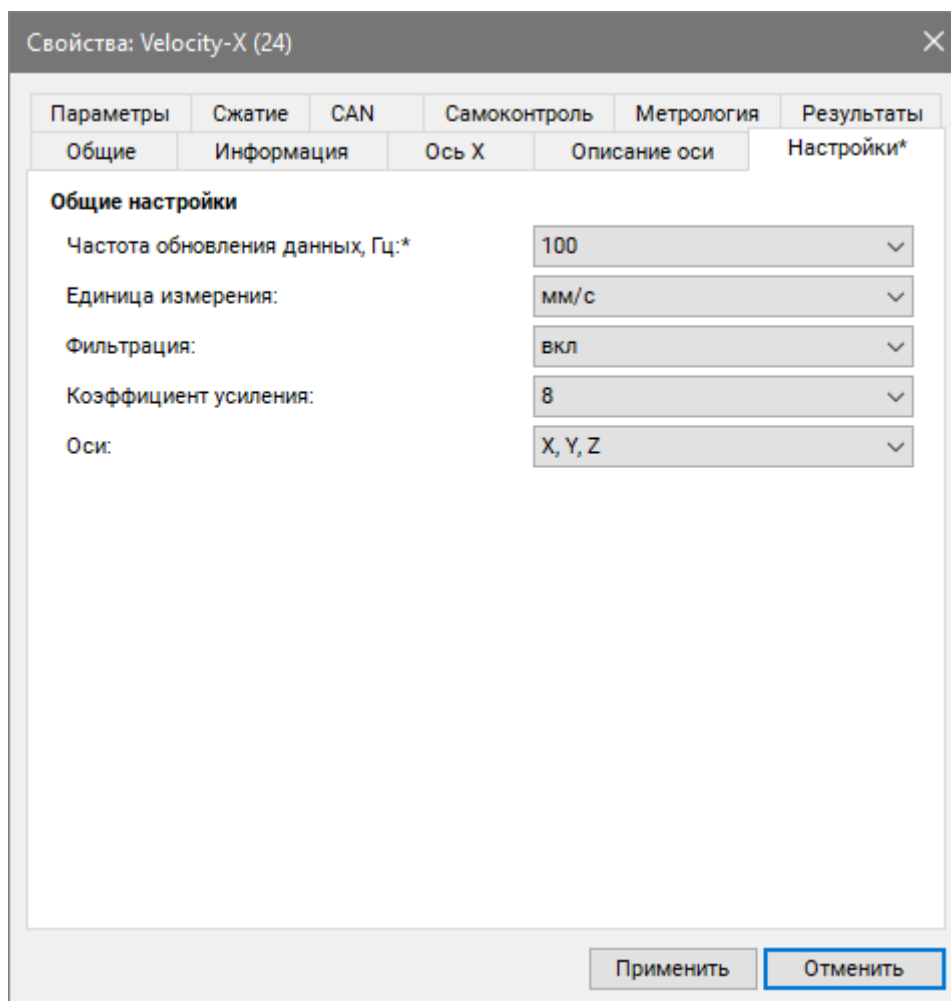

Рис. 5.7 Вкладка «Настройки»
- Во вкладке «Информация» в поле «Адрес (node) от 2 до 63» установить адрес устройства в измерительной сети (Рис. 5.7).
- Во вкладке «Настройки» установить необходимые параметры датчика (Рис. 5.7).